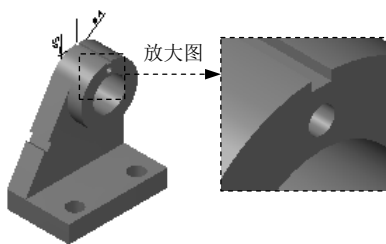

图 7.7.56 挤出特征
Step23. 创建图 7.7.56 所示的挤出特征。
- (1) 在状态栏的 **层别** 按钮后的文本框中输入值 1，并按 Enter 键确认。
(2) 选择命令。选择下拉菜单 **实体管理器(S)**  **挤出(X)...** 命令，系统弹出“串连选项”对话框。